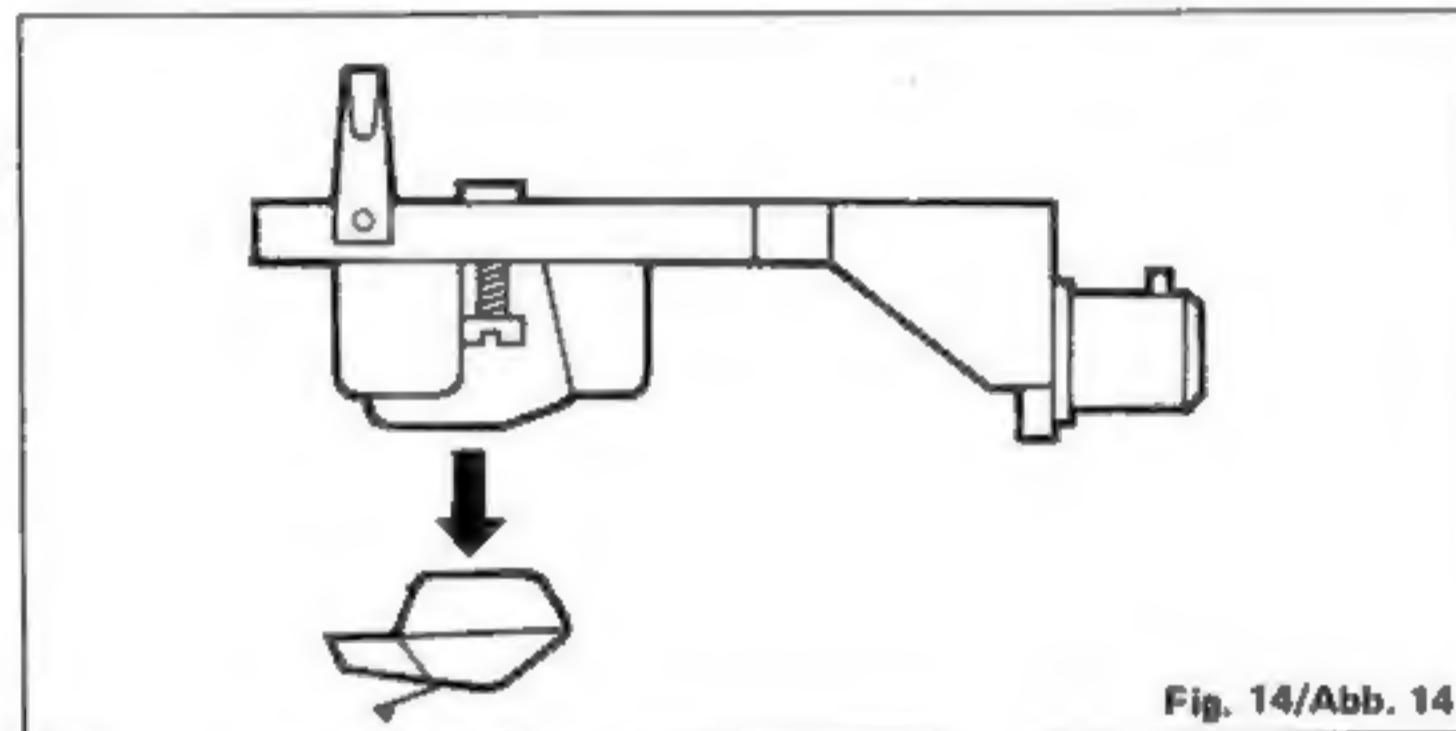

Fig. 14/Abb. 14
3. Pull the stylus out in the arrow direction, holding the stylus holder by finger. (See Fig. 14)
3. Ziehen Sie entsprechend Abb. 14 den Nadelträger in Pfeilrichtung heraus.
3. En maintenant la porte-aiguille d'un doigt, tirez l'aiguille dans le sens de la flèche. (Voir Fig. 14)